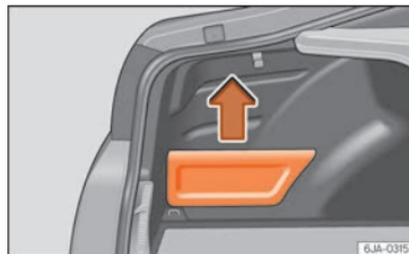

Fig. 159 Maletín: portaobjetos.
– Agarre la tapa de su lado superior y sáque-la en el sentido de la flecha »» fig. 159.